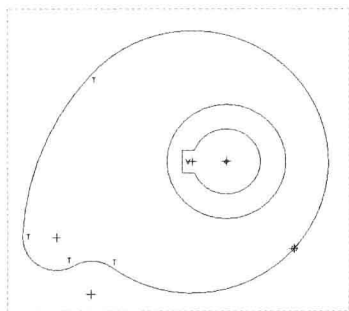

图 3-30 图形文件
Step 01 按【Ctrl+O】组合键，打开图形文件，如图 3-30 所示，在“功能区”选项板的“草绘”选项卡中，单击“约束”面板中的“相切”按钮